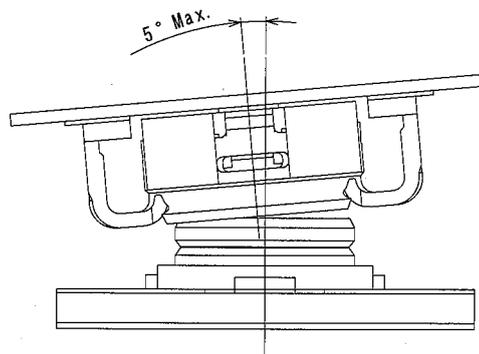

図5 (Fig.-5)
- ・プラグコネクタ挿入時、挿入許容角度は $5^{\circ}$  Max.です。(図5)